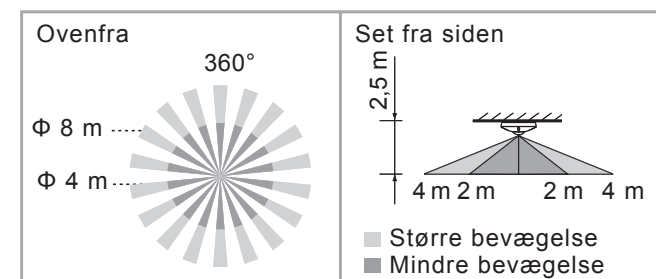

FIG. 2
- 3.1.1 Detektorerne kan installeres i en højde af 2-5 m, og der anbefales en højde på 2,5 m for at få det optimale detekteringsmønster. Detekteringsrækkevidden kan nå op til en diameter på 8 m med en detekteringsvinkel på 360° (Se FIG. 2).